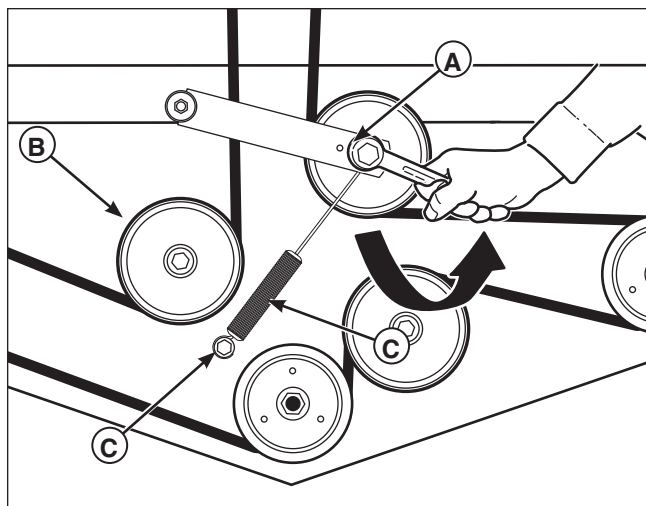
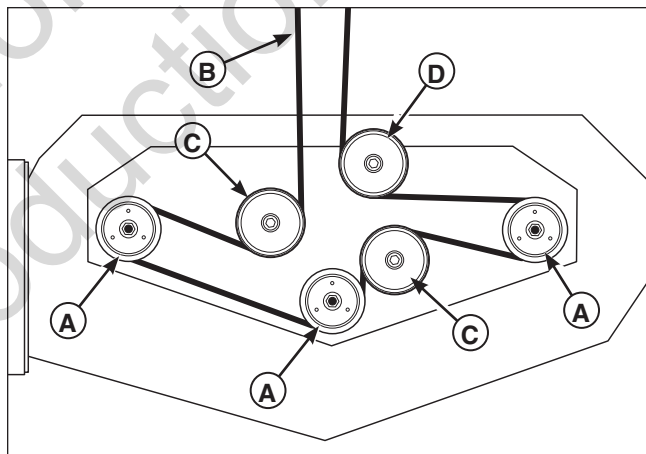

Figura 27. Cinghia del PTO (presa di forza) dell'elemento di falciatura
Figura 28. Posizionamento della cinghia del PTO (presa di forza)
3. Usare una barra da 1,3 cm (1/2 pollice) e mettere l'estremità quadrata nel foro quadrato situato all'estremità del braccio della puleggia folle (A, Figura 27). Facendo attenzione, ruotare la barra in senso ANTIORARIO, azione che ridurrà la tensione esercitata sulla cinghia dal braccio della puleggia folle.
4. Fare scivolare la cinghia sul bordo della puleggia folle stazionaria (B). Facendo attenzione, togliere la tensione sulla barra finché il braccio della puleggia folle non raggiunge il suo fermo.
6. Sganciare la molla di tensione della puleggia folle (C) dal bullone di ancoraggio (D). Estrarre la vecchia cinghia e sostituirla con una nuova. Accertarsi che il lato a V si inserisca nelle gole delle pulegge.
7. Montare la cinghia di trasmissione sulla puleggia del PTO (presa di forza), sulle pulegge dell'albero e tutte quelle folli, fatta eccezione per la puleggia stazionaria. Agganciare nuovamente la molla di tensione della puleggia folle al bullone di ancoraggio. Facendo attenzione, ruotare la barra in senso ANTIORARIO e montare la cinghia sulla puleggia folle stazionaria. Facendo attenzione, togliere la pressione sulla barra. La cinghia dovrebbe seguire esattamente il percorso illustrato nella Figura 28.